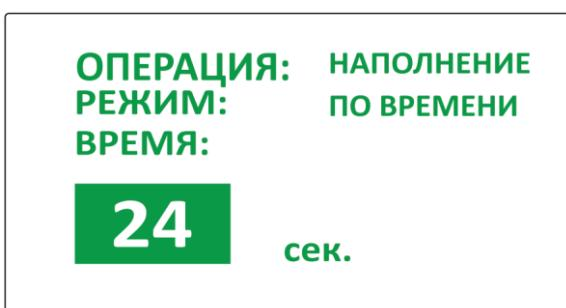

Рисунок 12
- 8.2.7.5. Если были выбран режим «РУЧНОЙ», то выбор будет сохранён, кнопки-индикаторы вернутся в режим постоянной подсветки, и на дисплее отобразится главное меню. Для режима «ПО ВРЕМЕНИ» откроется меню задания времени (Рисунок 12).